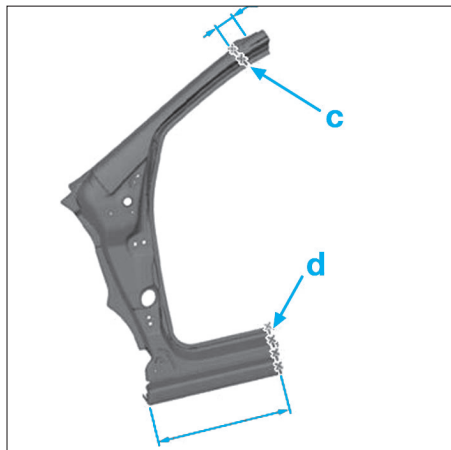

FIG. 45
- Percer au diamètre de 6,5 mm pour soudage ultérieur par points bouchons (Fig.45).